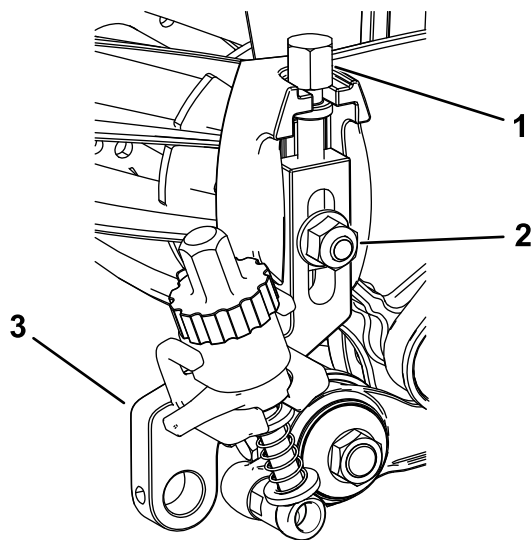

図 21
- 先ほど外した刈高調整ねじを、刈高アセンブリの上部に取り付ける 図 21。
2. 刈高アセンブリを、カッティングユニットのサイドプレートに取り付ける先ほど取り外したプラウボルト、ナット、特殊ワッシャを使用する 図 21。